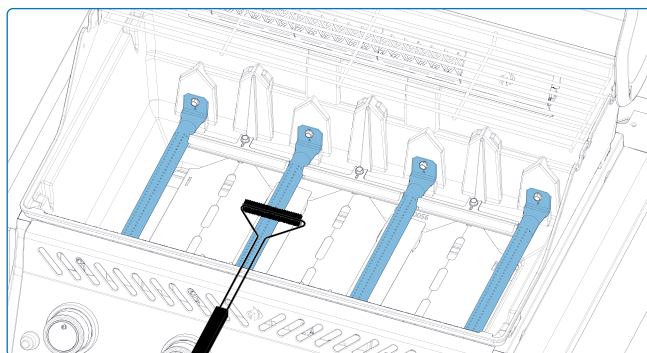

Fig. 10
4. Retirez les plaques de cuisson et brossez les débris des brûleurs avec une brosse métallique (**Fig. 10**)